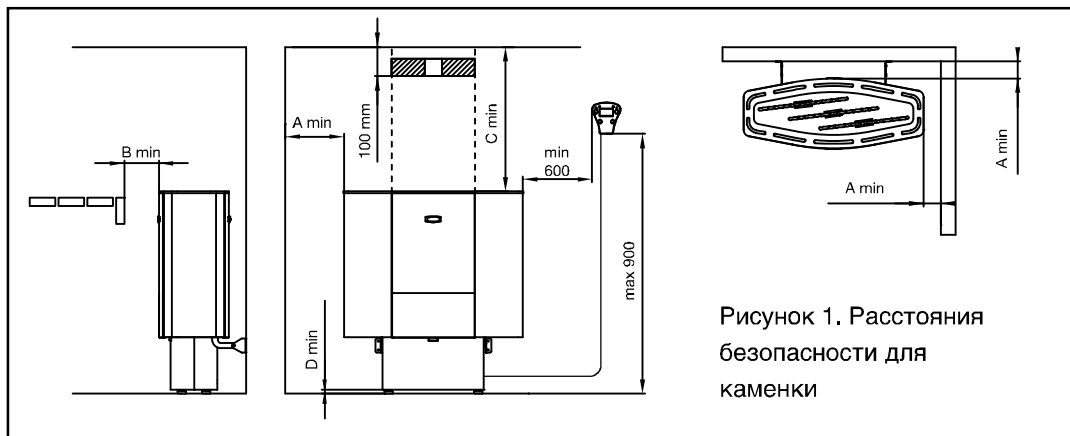

Рисунок 1. Расстояния безопасности для каменки
**) См. рис. 1
- Установить датчик на место, указанное на рис. 1. 100 мм от потолка
- В сауне максимальная высота установки пульта управления – 90 см, а минимальная – 60 см на боку каменки (см. рисунок 1).